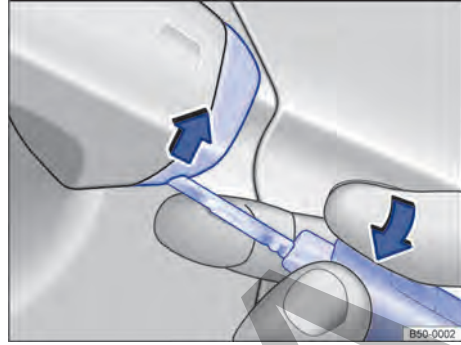

Fig. 55 Manilla de la puerta del conductor: levantar la caperuza.
- Levantar la caperuza con la llave del vehículo en el sentido de la flecha → fig. 55.